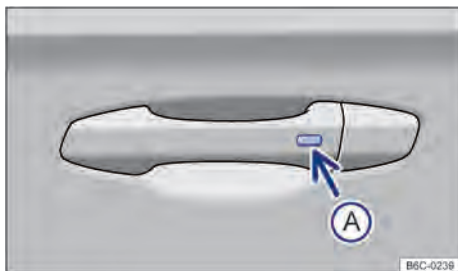

Fig. 52 Na maçaneta da porta: botão para destravar ou travar.
- 1 Pressionar o botão → Fig. 52 (A) no lado externo da maçaneta da porta.
- 2 Pressionar o botão → Fig. 52 (A) no lado externo da maçaneta da porta.
- Dentro de 5 segundos, pressionar o botão no lado externo da maçaneta da porta → Fig. 52 (A). Assim, não agarrar na maçaneta da porta. O sistema de travamento e partida Keyless Access sem chave está temporariamente desativado.